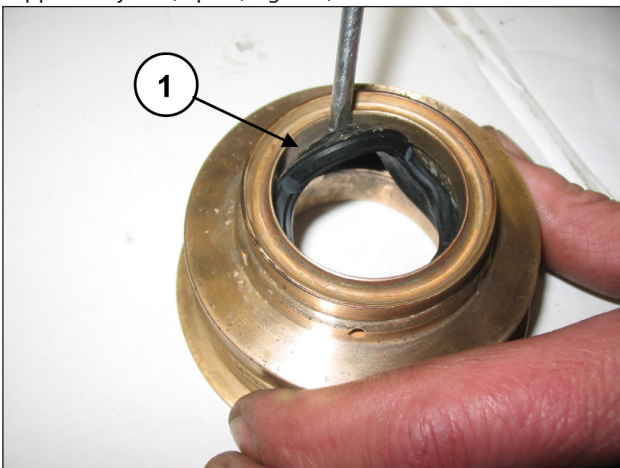

Fig. 148
Pour ôter le joint de basse pression, utiliser une jauge d'épaisseur ou un outil qui n'endommage pas le siège du support du joint (rep. ①, Fig. 148).